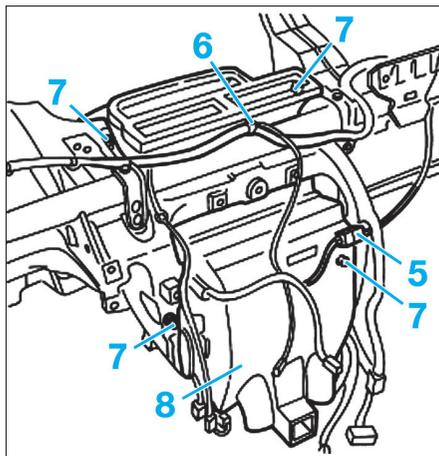
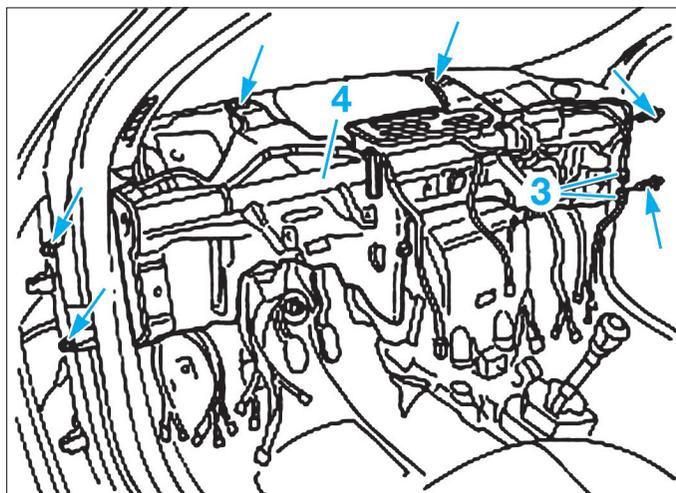

Fig. 13
Fig. 12
- Débrancher le câble de l'antenne radio (3) (Fig.12).
- Déposer la traverse (4).
- Débrancher le connecteur électrique (5) (Fig.13).
- Dégraffer le câble du bloc chauffage (6).
- Déposer les vis de fixation (7).
- Déposer le bloc chauffage (8).